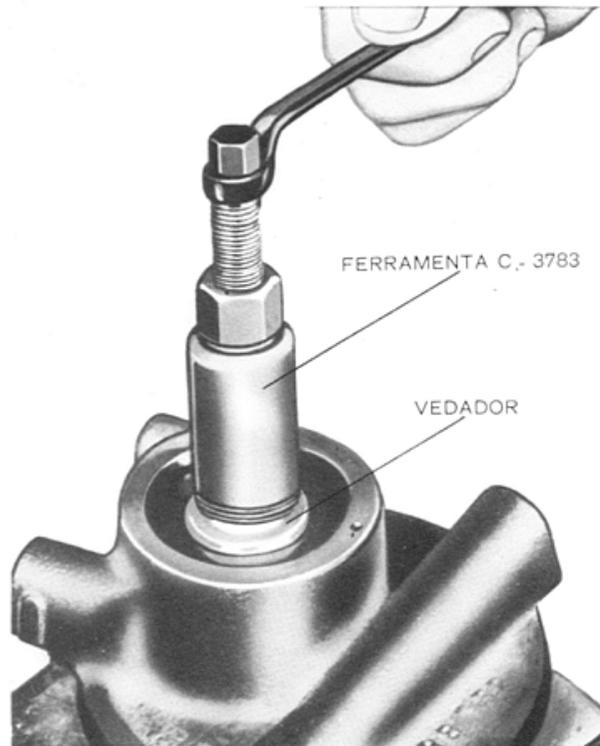

Fig. 4 — Remoção do vedador da bomba de óleo
- Rosquear a ferramenta C-3783 na parte metálica do retentor (fig. 4) e girar o parafuso central do sacador, enquanto se mantém fixo o corpo da ferramenta. Tomar cuidado a fim de não danificar o eixo da bomba.